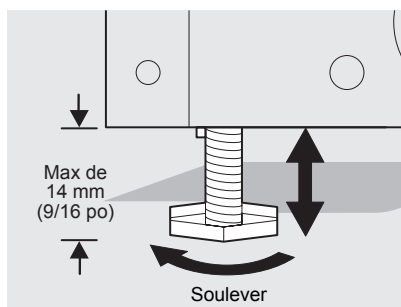

Figure 3
- 3 Ajustez les vis de mise de niveau avec une clé à molette. Abaissez les vis de mise de niveau (sens horaire) de chaque côté jusqu'à ce qu'elles viennent en contact avec le plancher (Figure 3). Évitez de soulever l'armoire de plus de $\frac{9}{16}$ pouce.